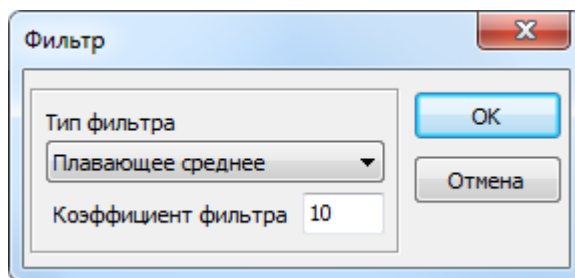

Рисунок 219. Фильтрация параметров
- Выберите пункт меню **"Регистрация"** -> **"Фильтрация параметров"** и в открывшемся диалоге **"Фильтрация параметров"** (Рис. 219) выберите параметр, который необходимо фильтровать. Подробнее см. Список фильтруемых параметров.
При нажатии на кнопку **Фильтровать** откроется диалоговое окно, позволяющее задать параметры фильтрации выбранного параметра (Рис. 219). Также данный диалог вызывается двойным нажатием левой кнопкой мыши на нужном параметре.